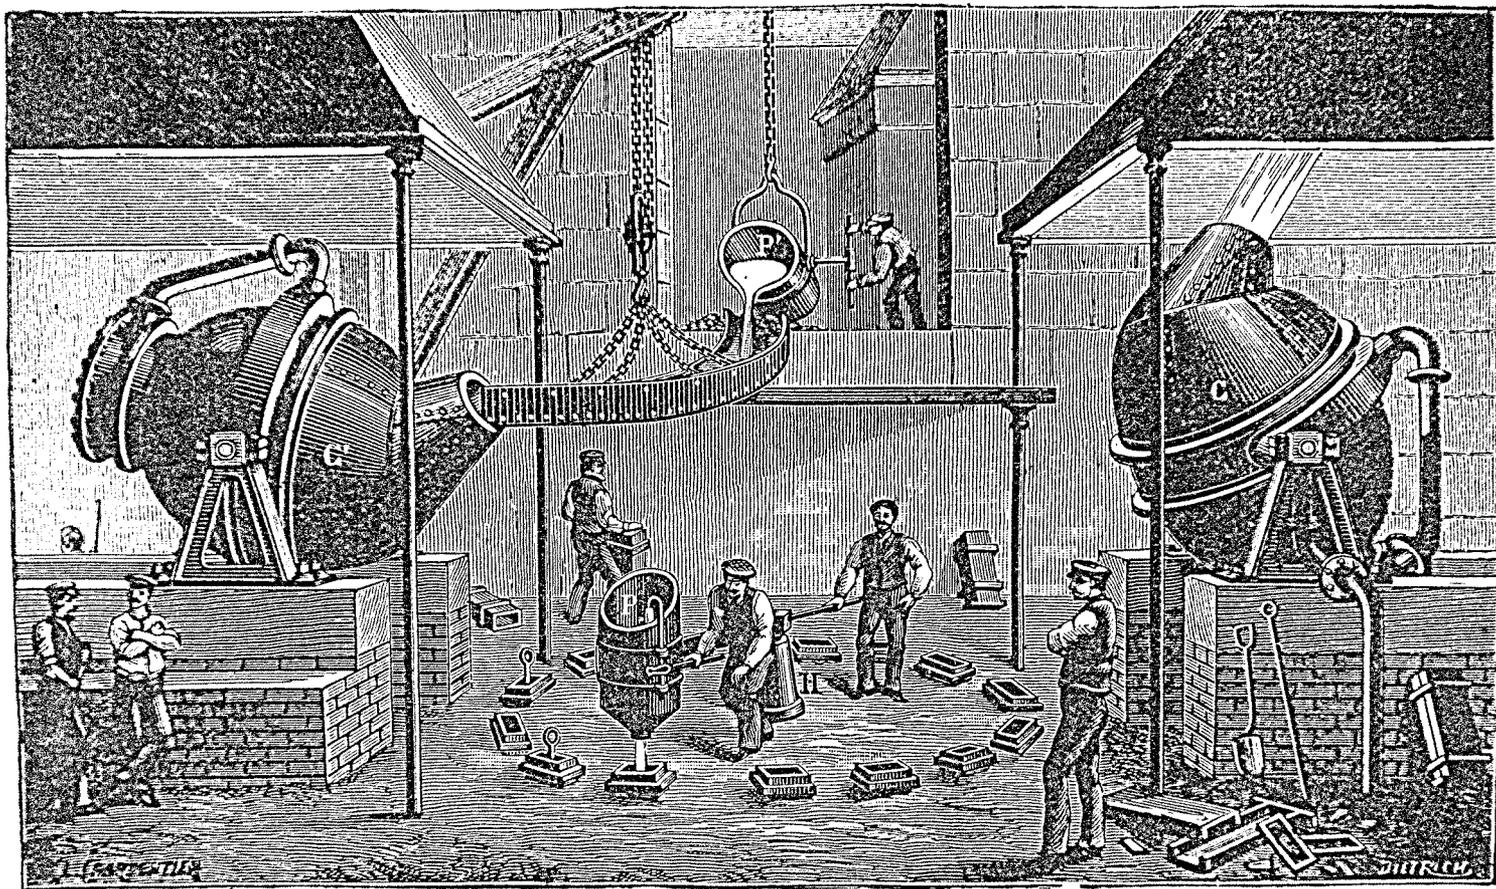

Fig. 46. — Préparation de l'acier Bessemer.
**Acier Bessemer.** — Le procédé Bessemer consiste à faire passer un violent courant d'air dans la fonte en fusion. Sous l'influence de l'oxygène, le silicium brûle d'abord, le carbone ensuite. Le four où l'on opère est une grande cornue rotative C, C' appelée *convertisseur* (fig. 46). Elle est en tôle, mais garnie intérieurement de briques réfractaires. Elle tourne autour de tourillons fixés au milieu de sa panse; c'est par l'un de ces tourillons, qui est creux, qu'arrive l'air envoyé par une puissante machine soufflante. A l'opposé du fond se trouve l'ouverture en forme de bec.